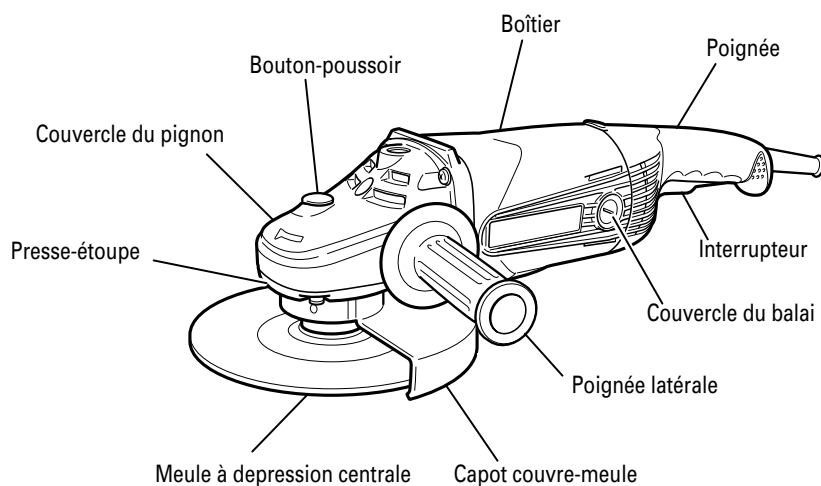

Fig. 1
1. Tenir la meuleuse fermement par sa poignée et sa poignée latérale (Fig. 1)